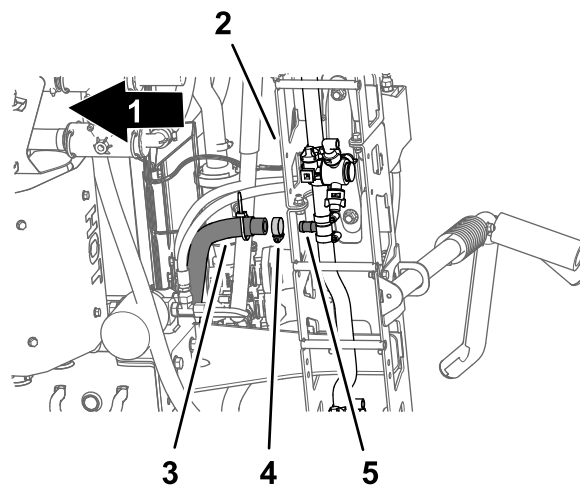

图34
- 在中间喷洒段下方取下将中间喷洒段的供水软管固定到宝塔 T 形接头的软管夹 图34。